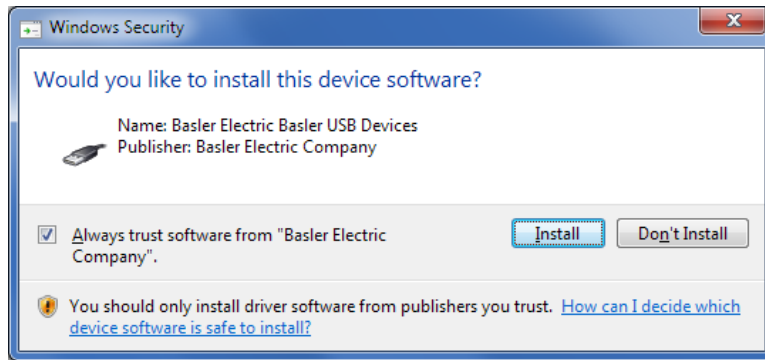

Figure 24-6. Sécurité Windows
Étape 6. Lorsqu'une fenêtre de sécurité Windows (Figure 24-6) apparaît, cliquez sur Installer.